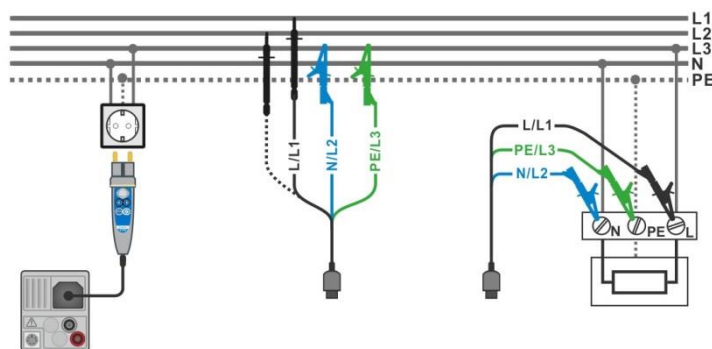

Figura 7.39: Medición de impedancia de línea fase-neutro y fase-fase - conexión del Plug Commander y la punta de prueba de tres hilos
- Conecte las puntas de prueba o el Commander al objeto a prueba (vea la **Figura 7.39**).